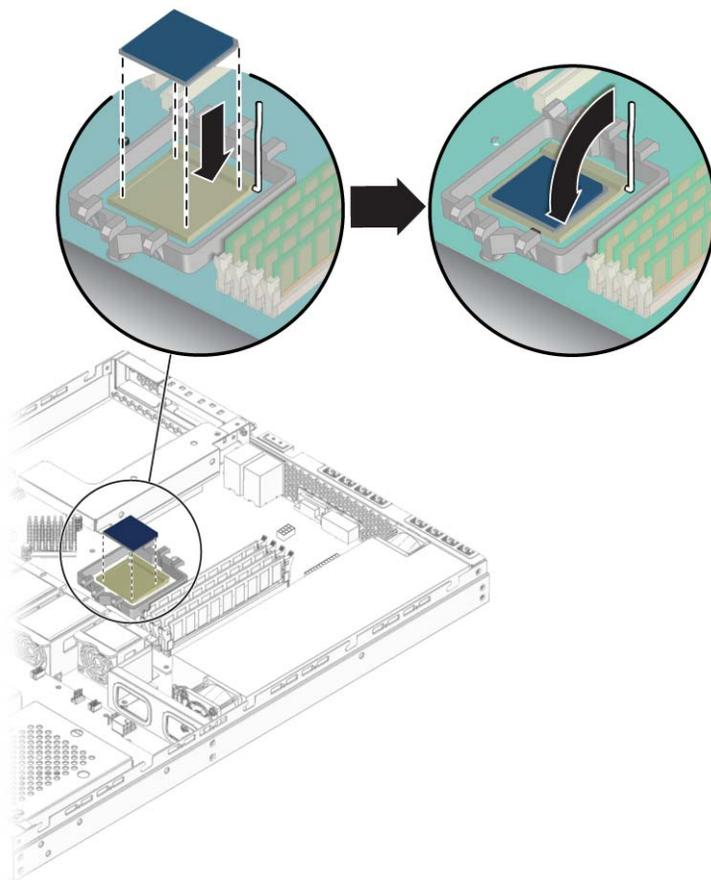

図 4-33 CPU の取り付け
2. ソケットリリースレバーが完全に開き、垂直になっていることを確認します (図 4-33 参照)。